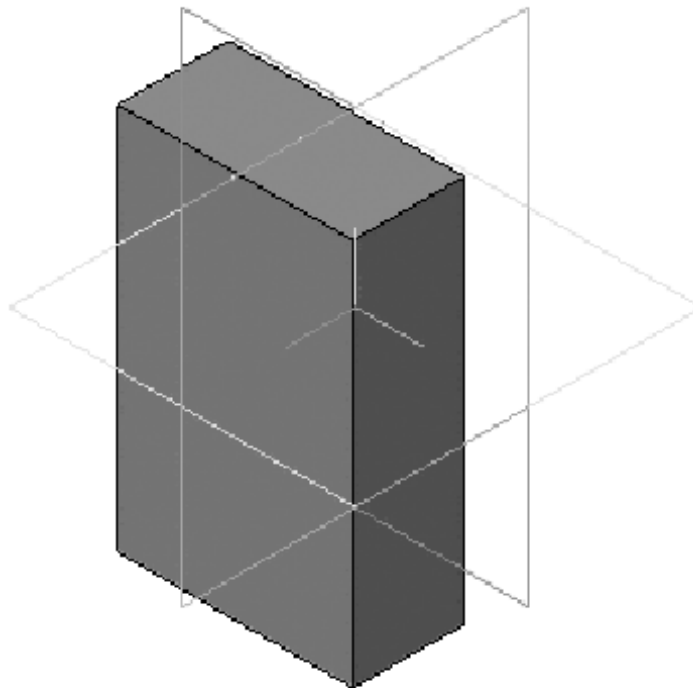

Рисунок 15.
28. Нажмите кнопку Создать объект на Панели специального управления — система построит основание детали (рис. 15).